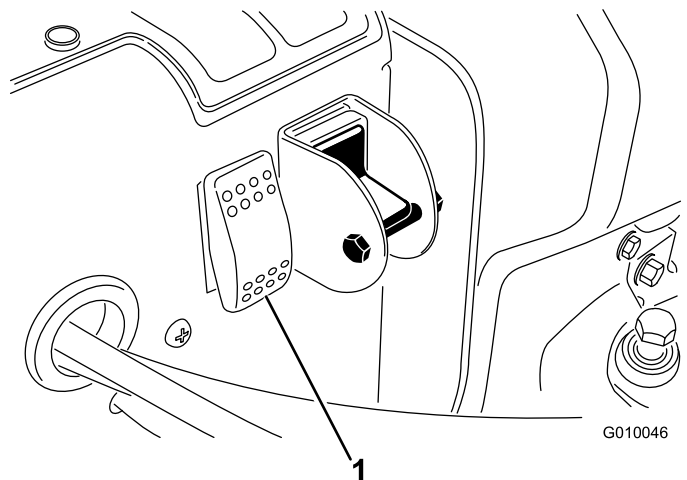

Figura 30
2. Prima o interruptor de reinicialização do sistema (Figura 30).